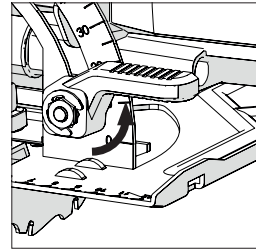

Abb. 13
- Lösen Sie den Winkel-Sperrmechanismus vorn an der Maschine, indem Sie den Hebel nach oben ziehen. (**Abb. 13**)